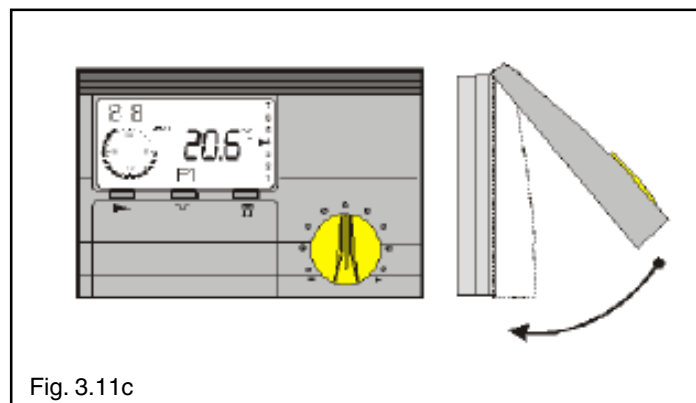

Fig. 3.11c
- agganciare la parte superiore del pannello appoggiandola nel centro del bordo superiore del supporto, quindi spingere verso il basso con leggera pressione (fig. 3.11c)